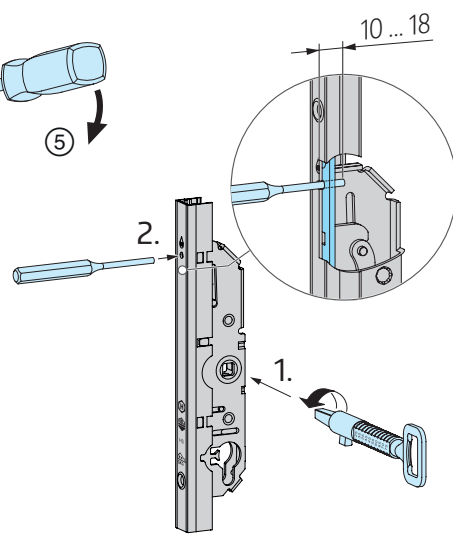

Abb. 20
Wichtig, siehe Abb. 20 auf Seite 36: Getriebe vor der Montage in Verschlussstellung (1) bringen und mit Durchtreiber Ø 4,5 (Gr. 4) oder ähnlichem arretieren (2).
Wichtig: Getriebe vor der Montage in Verschlussstellung (1) bringen und mit Durchtreiber Ø 4,5 (Gr. 4) oder ähnlichem arretieren (2); **Abb. 20.**